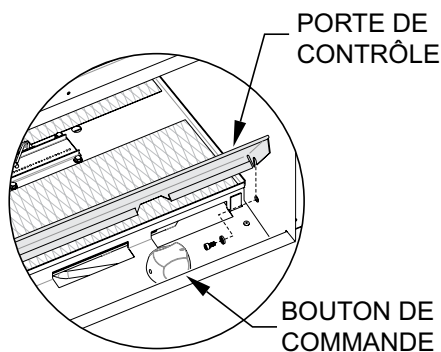

Figure 14
- b. Retirer les deux boulons d'articulation et les rondelles de la porte de contrôle. Voir figure 14.